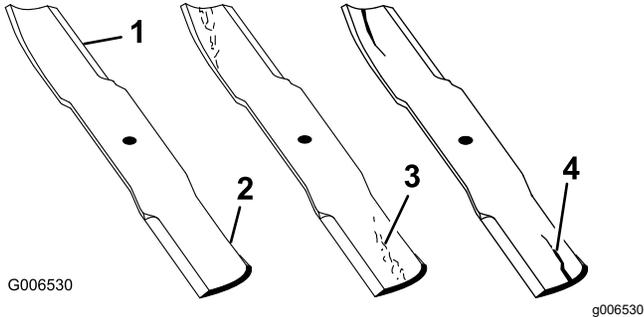

Рисунок 59
1. Осмотрите режущие кромки (Рисунок 59).
- При обнаружении признаков повреждения, износа или образования зазора в этой области немедленно замените нож (Рисунок 59).